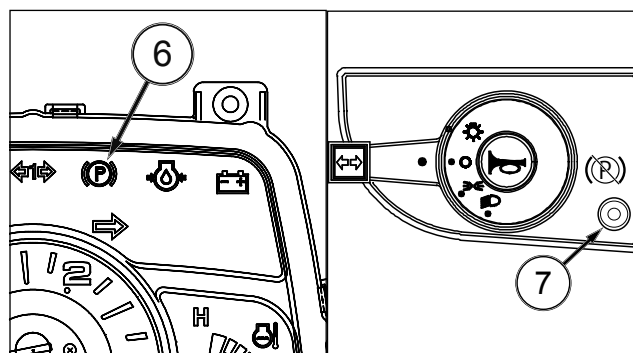

FIG. 47
REMARQUE : Lorsque le frein de stationnement est tiré, le témoin de frein de stationnement (6) s'allume. (Consultez la Fig. 47).